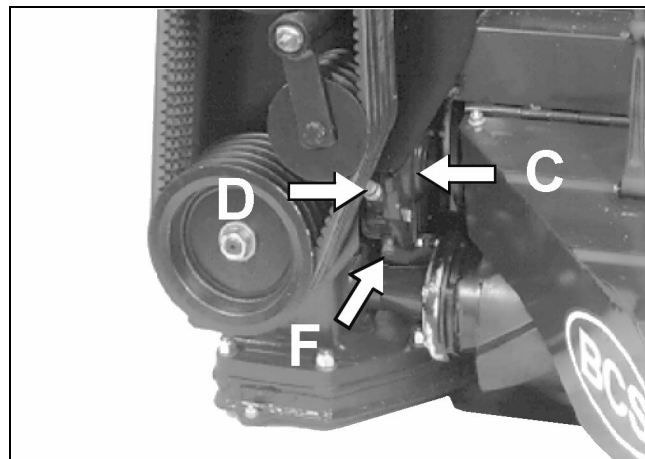

fig.20
- Il supporto oscillante **C** (fig.20) contiene olio.
- Verificare periodicamente, a macchina orizzontale, che l'olio sfiori il foro **D** (fig.20) del tappo - sfianto.
- Per la sostituzione togliere ad olio caldo il tappo **F** (fig.20).
- The oscillating support **C** (fig.20) contains oil.
- With the machine in horizontal position, check regularly that the oil is level with the hole **D** (fig.20) of the bleed pipe cap.
- To replace, remove the cap **F** (fig.20) while the oil is still warm.
- Le support flottant **C** (fig.20) contient de l'huile.
- Vérifier périodiquement avec la machine en position horizontale que l'huile frôle le trou **D** (fig.20) du bouchon - reniflard.
- Pour le remplacement il faut enlever le bouchon **F** (fig.20) quand l'huile est chaude.
- El soporte oscilante **C** (fig.20) contiene aceite.
- Verificar periódicamente, con las maquina en posición horizontal que el aceite roce el agujero **D** (fig.20) del tapón - respiradero.
- Para la substitución quitar, con aceite caliente, el tapón **F** (fig.20).
- Das schwingende Walzenlager **C** (Bild 20) enthält Öl.
- Regelmäßig kontrollieren, daß das Öl bei in position stehenden Walzen zum Loch **D** (Bild 20) des Deckels - Entlüfters reicht.
- Zum Auswechseln ist der Deckel **F** (Bild 20) zu entfernen; das Öl sollte warm sein.